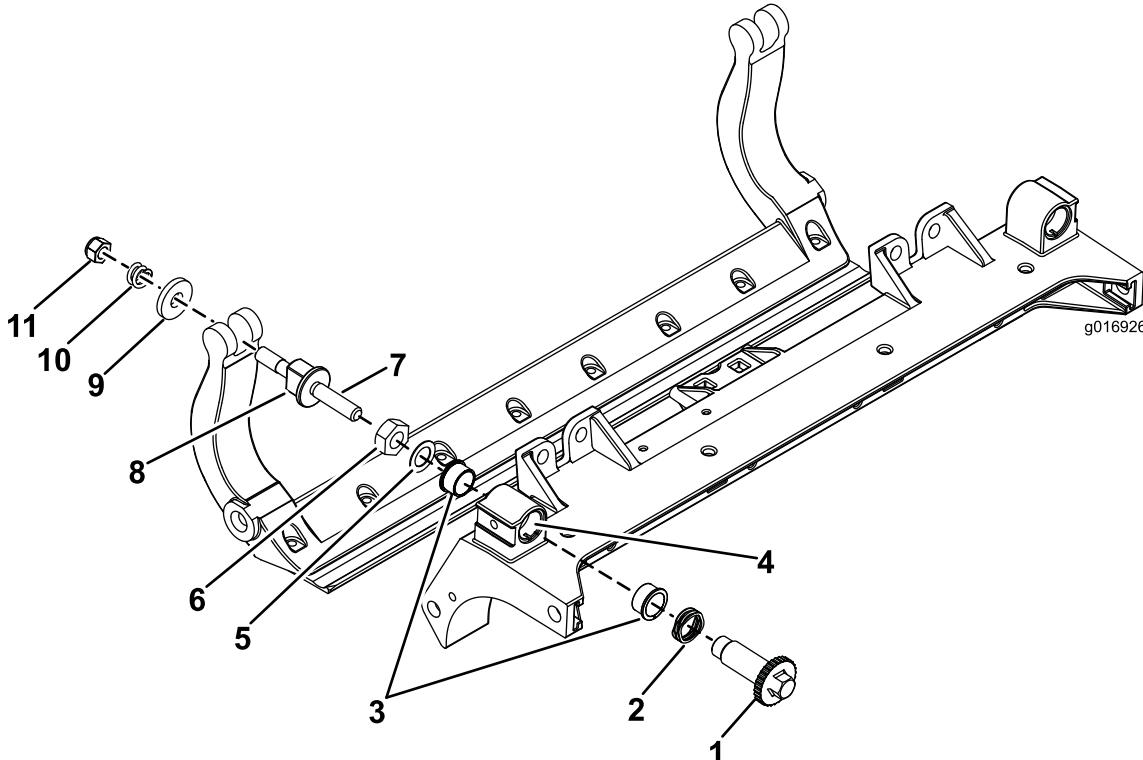

Figure 34
1. Déposez toutes les pièces (voir les *Instructions d'installation* du kit DPA renforcé, modèle n° 120-7230 et Figure 34).
2. Appliquez du produit antigrippant à l'intérieur du logement des bagues sur le bâti porteur du plateau de coupe (Figure 34).
3. Alignez les clavettes des bagues à embase sur les fentes dans le cadre, et mettez les bagues en place (Figure 34).
4. Posez une rondelle ondulée sur l'axe de réglage et insérez l'axe dans les bagues à embase sur le cadre du plateau de coupe (Figure 34).
5. Fixez l'axe de réglage avec une rondelle plate et un contre-écrou (Figure 34). Serrez le contre-écrou à un couple de 20 à 27 N·m.
Remarque: Placez une rondelle en nylon de chaque côté du bossage de la plaque latérale. Placez une rondelle en acier à l'extérieur de chaque rondelle en nylon (Figure 34).